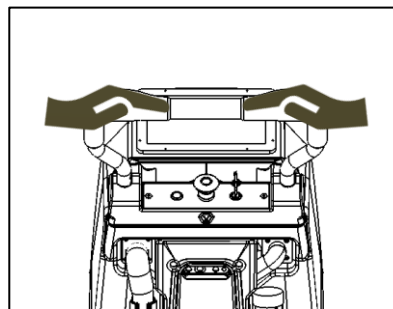

Fig. 2
- Duw met beide handen vanaf de handgreep zoals afgebeeld (Fig. 2).